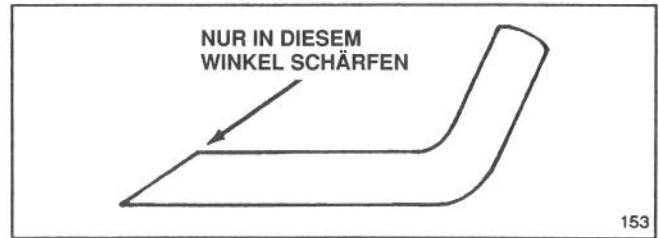

Abb. 27
6. **SCHÄRFEN DES MESSERS** – Mit einer Feile die Oberkante des Messers schärfen und dabei den ursprünglichen Schnittwinkel beibehalten (Abb. 27). Das Messer bleibt ausgewuchtet, wenn von beiden Schnittkanten gleichviel Material abgetragen wird.